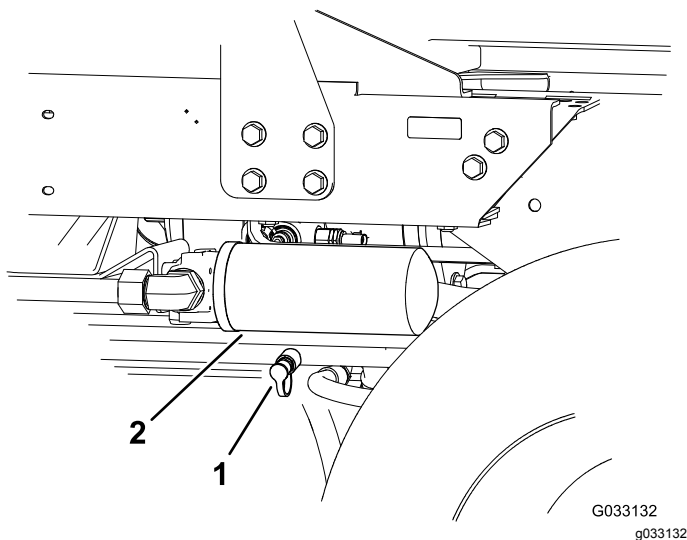

Bild 62
2. Schließen Sie einen Hydraulikschlauch zwischen dem eingebauten Diagnose-Anschlussstück im Heckantriebsverteiler und dem Testanschluss für den Rückwärtsantriebsdruck (Bild 62) an.